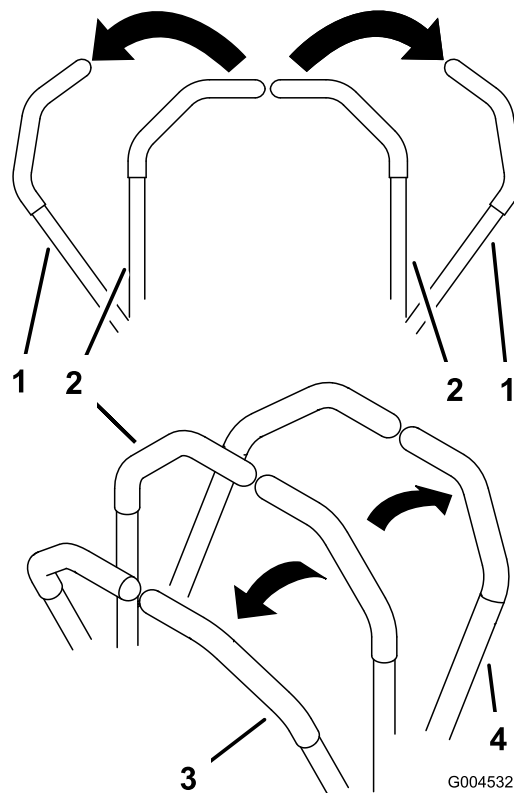

Bild 15
2. Schieben Sie für das Vorwärtsfahren die Fahrtriabshebel langsam vorwärts (Bild 15).
Wenden Sie zum Geradeausfahren auf beide Fahrtriabshebel denselben Druck an (Bild 15).
Verringern Sie zum Wenden den Druck auf den Fahrtriabshebel an der Seite, in deren Richtung Sie wenden möchten (Bild 15).
2. Ziehen Sie zum Rückwärtsfahren die Fahrtriabshebel langsam nach hinten (Bild 15).